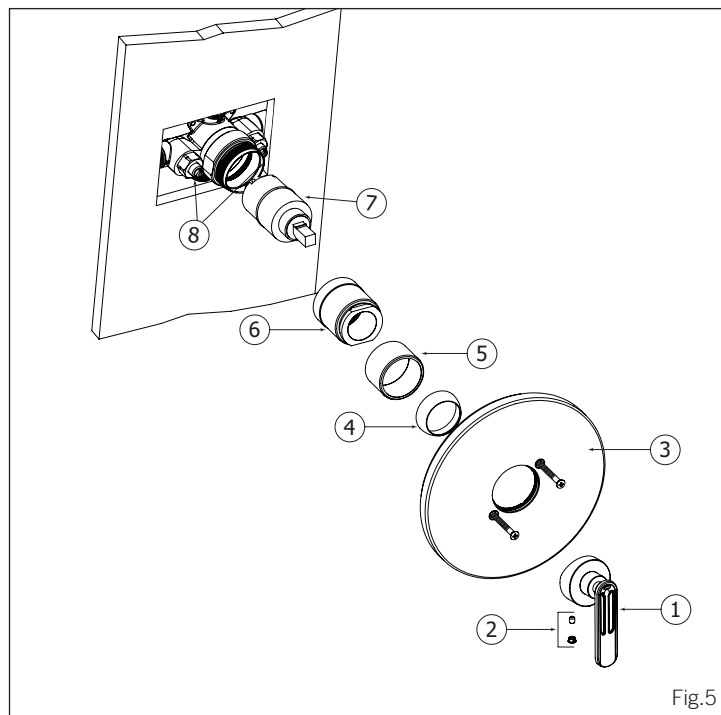

Fig.5
If necessary, shut off the main water supply, then remove all the components from (1) to (5). Fig.5. Afterwards, shut off the 2 check valves (8) by turning them clockwise with a screwdriver. Unscrew the cartridge holder (6) and remove the cartridge (7) (Fig. 5).
Si nécessaire, fermer l'alimentation d'eau principale et démonter toutes les composantes de (1) à (5). Fig.5. Ensuite, fermer les deux valves d'arrêt (8) en les tournant dans le sens horaire avec un tournevis. Dévisser le manchon de valve (6) et enlever la cartouche (7). Fig. 5.